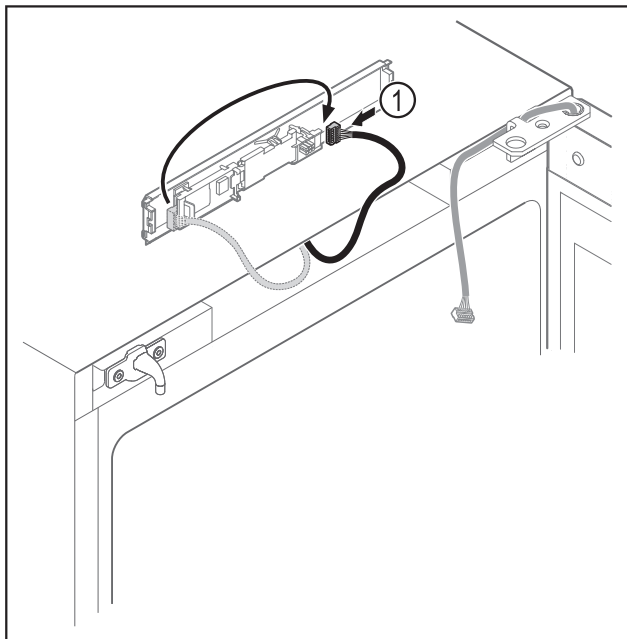

Fig. 5
- ▶ Переставьте штекер Fig. 5 (1) на панели.